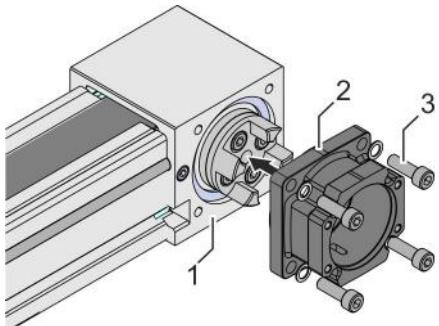

Abb. 19: Kupplungsgehäuse montieren
Kupplungsgehäuse (Abb. 19/2) auf die Zahnriemenumlenkung (Abb. 19/1) setzen.
7. ➤ 4 Schrauben (Abb. 19/3) diagonal im Wechsel festziehen: